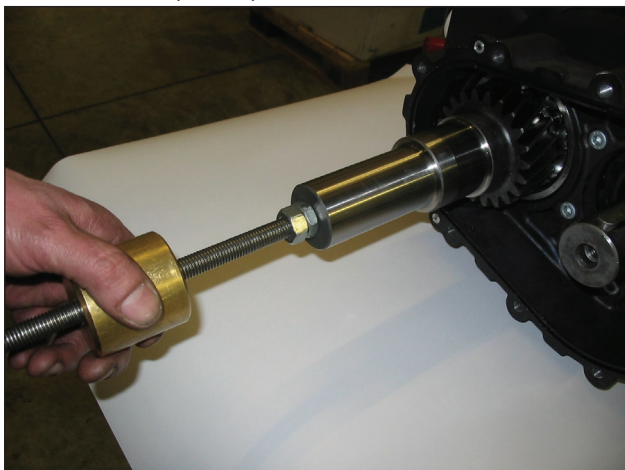

Рис. 20
- Снимите ведущую шестерню с помощью съемника с ударной массой, установив его в отверстие М12 (Рис. 20).